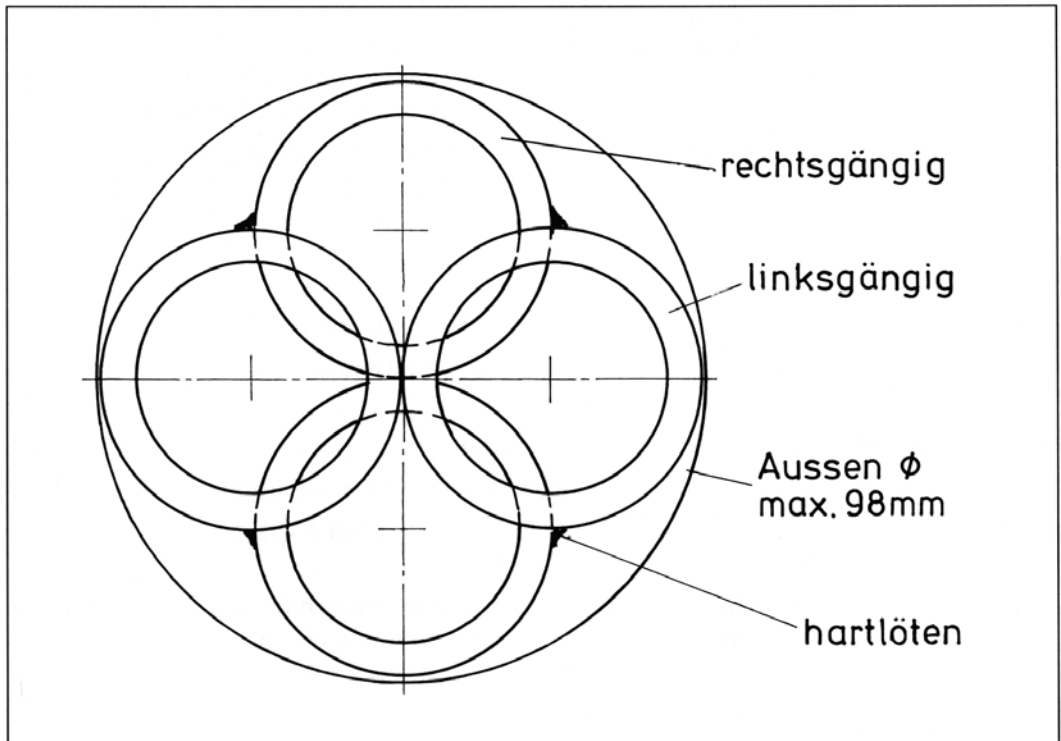

Bild 2. A
- Danach die 4 Rohrschlangen nach Bild 2. A ineinanderpressen.